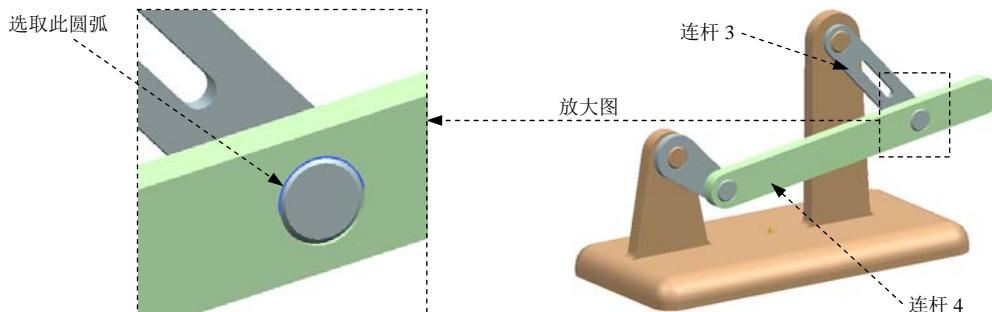

图 2.5.5 定义“共线”连接
- (1) 选择命令。选择下拉菜单**插入 (I)** → **运动副 (I)...** 命令, 系统弹出“运动副”对话框。
- (2) 定义运动副类型。在“运动副”对话框**定义**选项卡的**类型**下拉列表中选择 **共线** 选项。
- (3) 定义参考连杆。选取图 2.5.5 所示的连杆 4 为参考连杆。
- (4) 定义旋转轴原点。在“运动副”对话框**操作**区域的**指定原点**下拉列表中选取“圆弧中心” 选项, 在模型中选取图 2.5.5 所示的圆弧为原点参考。
- (5) 定义旋转轴矢量。在**操作**区域的**方位类型**下拉列表中选择**矢量**选项, 在**指定矢量**下拉列表中选择 **zc↑** 为矢量。
- ① 在“运动副”对话框**基本**区域中选中 **啮合连杆** 复选框。
- ② 单击**基本**区域中的 \***选择连杆 (0)** 按钮, 选取图 2.5.5 所示的连杆 3 为啮合连杆。
③ 在**基本**区域的**指定原点**下拉列表中选取“圆弧中心”选项，在模型中选取图 2.5.5 所示的圆弧为原点参考。
④ 在**基本**区域的**方位类型**下拉列表中选择**矢量**选项，在**指定矢量**下拉列表中选择为矢量。